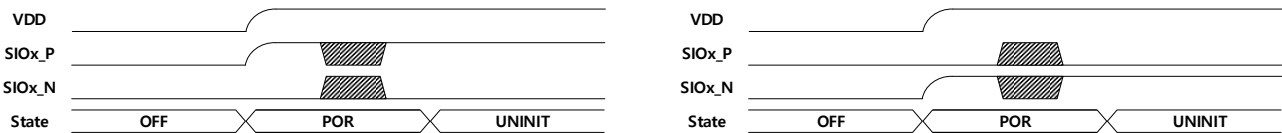

Fig 11. ID804의 시작 동작. 예제는 MCU(왼쪽) 및 EOL(오른쪽) 모드를 보여줍니다. RESET 명령 후, 모듈은 POR 상태에서 시작됩니다.
전원 공급 전압이 연결되고 V_{DD} 가 V_{POR} 레벨을 초과하거나 RESET 명령이 수신되면 ID804는 다음과 같은 시작 시퀀스를 수행합니다. (Fig 11. ID804의 시작 동작. 예제에서는 MCU 및 EOL 모드를 보여줍니다. RESET 명령 후 모듈은 POR 상태에서 시작됩니다.)
- 1. 모든 레지스터는 기본 상태로 초기화됩니다 (Fig 11의 POR).
- 3. SIOx 핀의 전압 레벨이 통신 모드를 감지합니다 (Fig 11의 음영 신호).
- 4. ID804는 UNINIT 모드에 들어가며 이제 첫 번째 명령을 받을 준비가 됩니다 (Fig 11의 비초기화 상태).